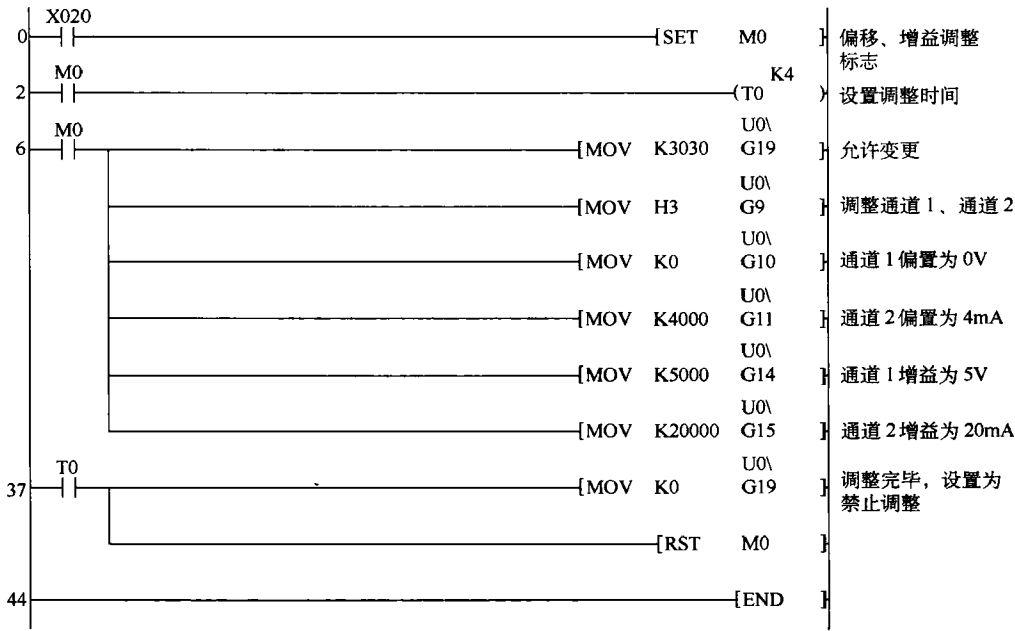

图 8-10 FX_{3U}—4DA 偏移、增益调整程序
(3) 偏移、增益调整程序 FX_{3U}—4DA 偏移、增益调整程序如图 8-10 所示。